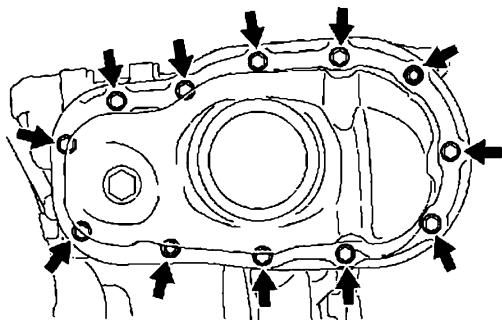

图 22-41 安装 2 号油底壳上的螺栓和螺母
③ 按照图 22-41 所示, 安装 2 号油底壳上的螺栓和螺母, 螺栓紧固力矩为 $9\text{N} \cdot \text{m}$ 。螺母紧固力矩为 $10\text{N} \cdot \text{m}$ 。